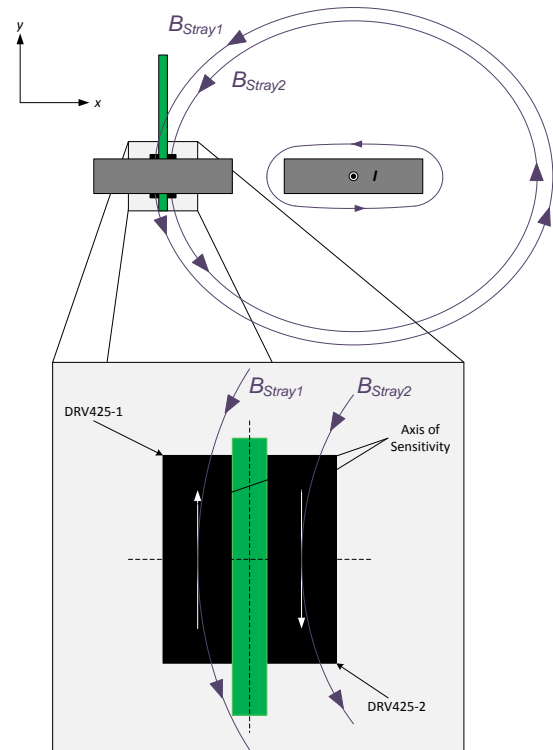

図 3. 浮遊磁界
1. y軸の浮遊磁界が大きい。図3に例を示します。浮遊磁界の大きさは、各DRV425デバイスによって総体的に測定された後で減算されます。2つのDRV425デバイス間の差分は小さくても、1つまたは両方のDRV425デバイスにより測定される合計の磁界は2mTの磁界範囲制限を超える可能性があります。この場合、測定結果が間違っただけのものになります。磁界の強度は距離に反比例するため、浮遊磁界の発生源(別のバスバーなど)からの距離をシステム・レベルで評価し、いずれかのDRV425が飽和しないことを保証する必要があります。